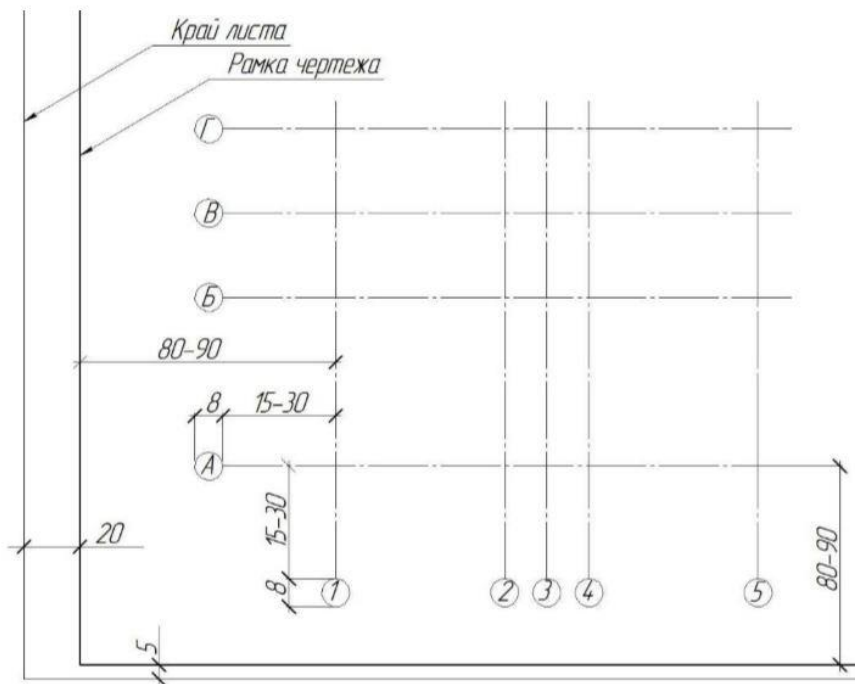

Рисунок 1 – Размещение осей плана здания
1.1 Отступив от нижней и левой рамок чертежа по 80 – 90 мм, строим крайние оси сетки координационных осей несущих конструкций здания в соответствии с вариантом задания. Оси выполняем тонкими штрихпунктирными линиями и обозначаем марками в кружках диаметром 8 – 12 мм по левой и нижней сторонам плана здания. Размер шрифта для обозначения координационных осей выбираем на 1 – 2 номера больше, чем размер шрифта чисел. Пример приведен на рис. 1.